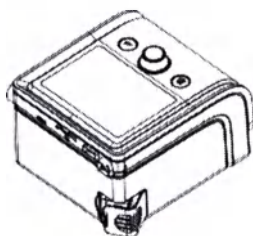

Рис. 11-2
(2) Установите фильтр крышки с воздушным фильтром на главное устройство, как показано на Рис. 11-2.